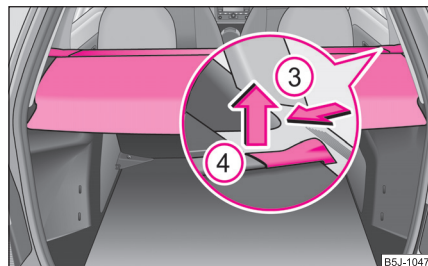

Fig. 67 Portbagajul: Demontarea măștii de protecție a portbagajului
- La transportarea bagajelor voluminoase, raftul se poate demonta. Apăsați cursorul din lateral în sensul săgeții ③ și scoateți masca în sensul săgeții ④ ⇒ fig. 67.